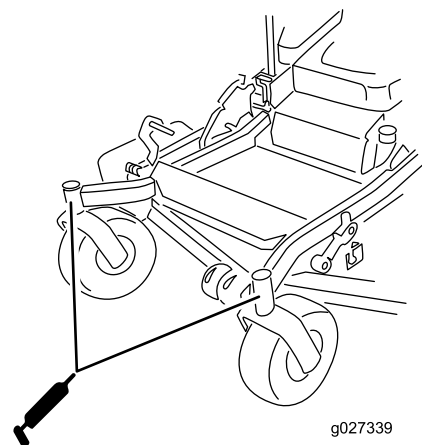

Figure 52
11. Remettez le bouchon hexagonal et le capuchon protecteur en place (Figure 52).
12. Graissez les roulements des roues pivotantes (Figure 52).